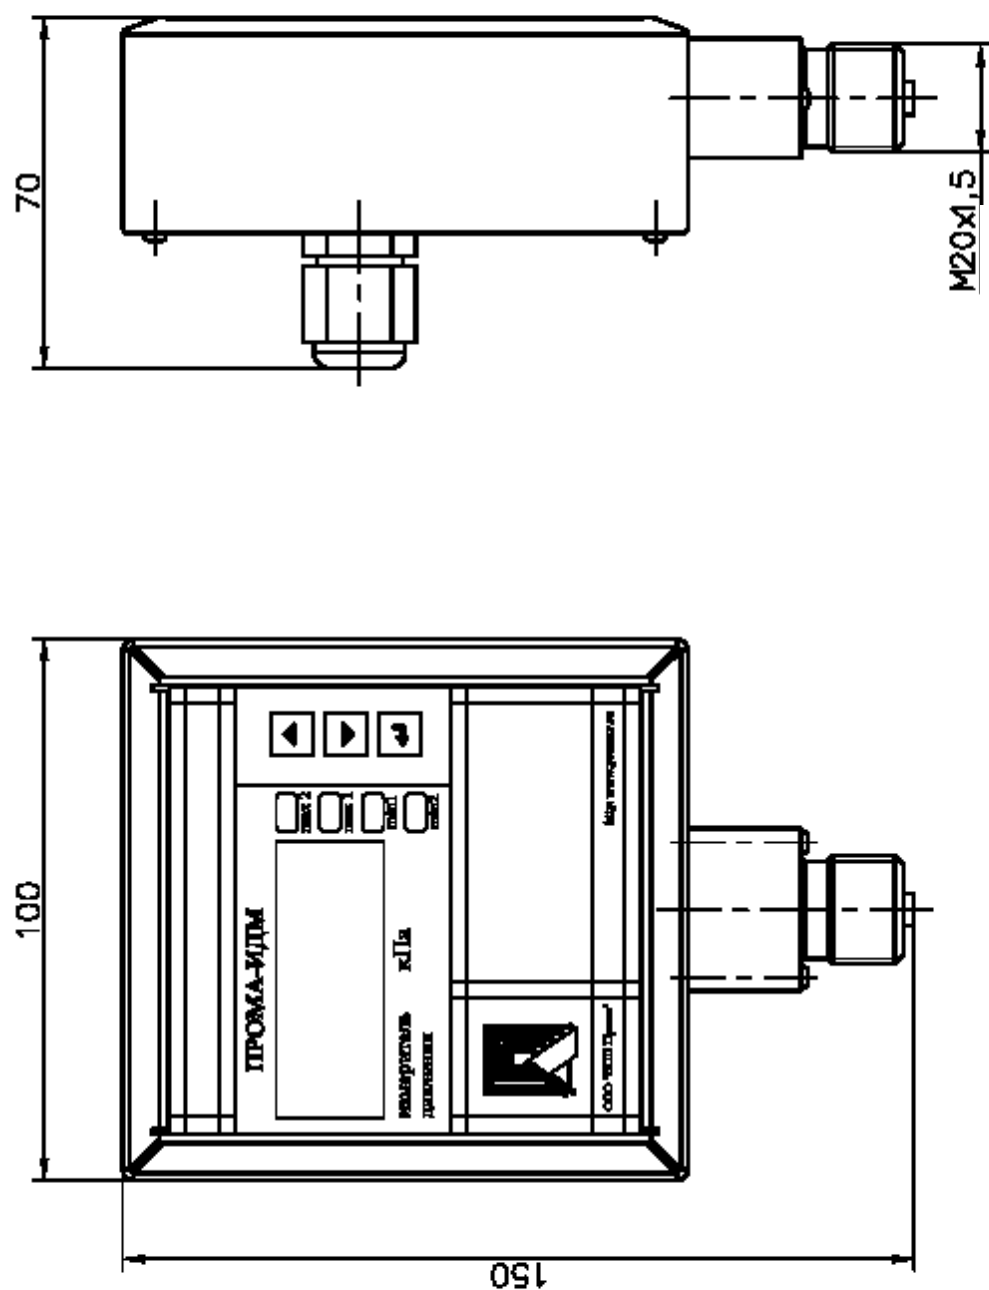

Рис. 3.1. Измеритель Прома-ИДМ-ДИ, ДВ, ДИВ-Р (газ, жидкость).
- Рис. 3.1. Измеритель Прома-ИДМ-ДИ, ДВ, ДИВ-Р (газ, жидкость). Исполнение для штуцерно-резьбового монтажа. Габаритный чертеж.